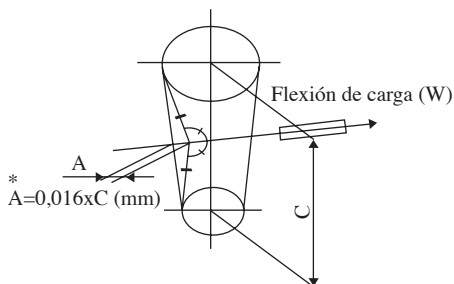

Figura 2 Tensión de la correa
2. Ajustar la tensión de una correa cuando la carga de flexión está dentro del rango, como se muestra en la Figura 2 y la Tabla 2 en la flexión adecuada. ( $A=0,016 \times C$  mm)